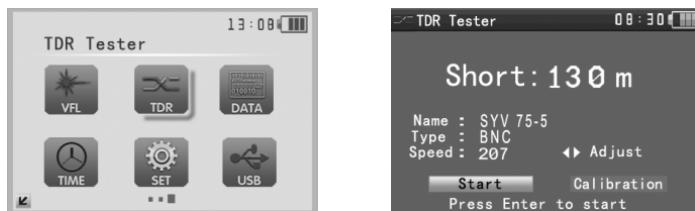

Рис. 49 Подменю TDR Tester
2. С помощью кнопок  выберите подменю  и нажмите  (Рис.49).